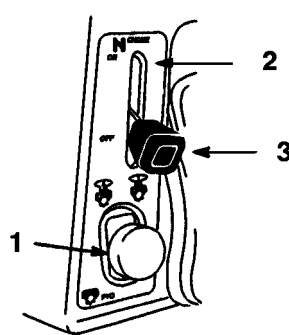

Figure 4
3. Pousser la PTO (prise de force) sur "OFF" (ARRET) (Fig. 4)
4. Placer la manette de starter sur "ON" (MARCHE) (Fig. 4).
7. Quand le moteur a démarré, mettre le starter sur "OFF" (Fig. 4). Si le moteur cale ou hésite, ramener le starter sur "ON" pendant quelques secondes. Ramener ensuite la commande sur FAST. Renouveler l'opération le cas échéant.